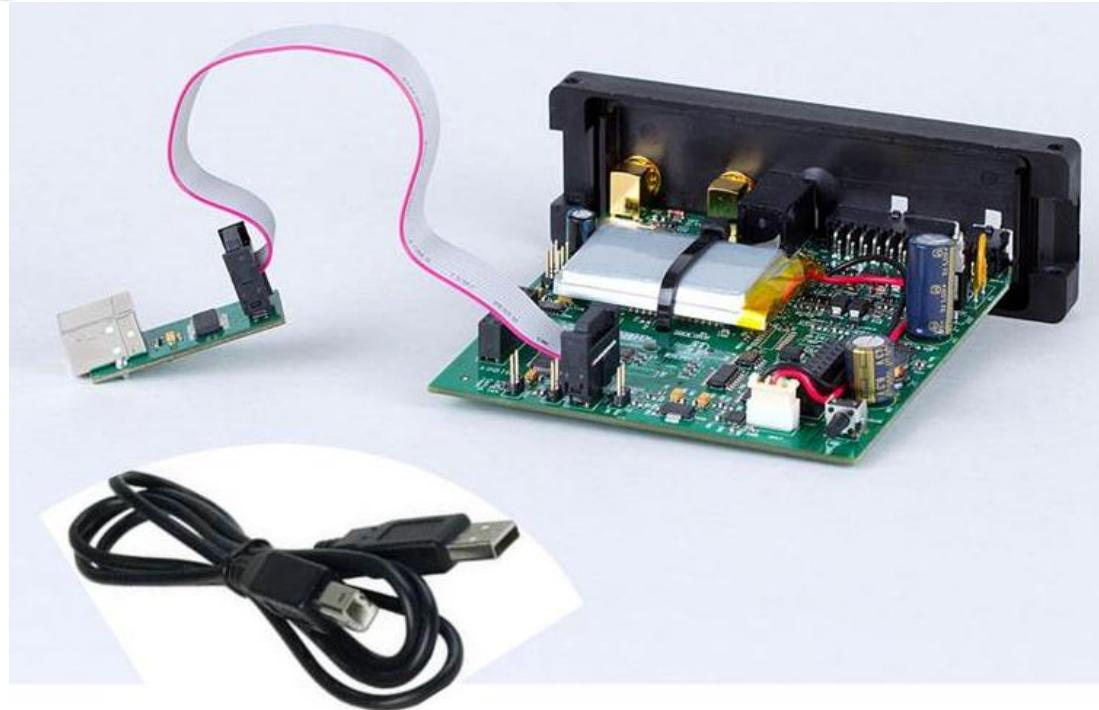

Рис. 7. Подключение программатора USB-UART
- 3 Кабель с разъемом (USB) подключаем к компьютеру, программатор USB-UART подключает так как показано на рис.7 и ожидаем пока драйвера автоматически устанавливаются.